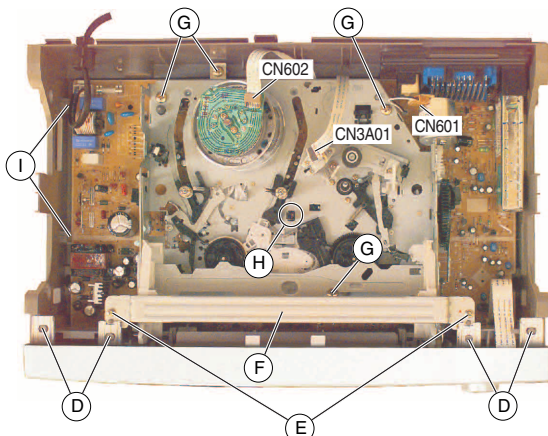

Fig. 3
- Frontblende an der Unterseite nach vorne klappen und die Blende an den oberen Haken (D) (Fig. 3) aushängen.
- Beim Aufstecken der Frontblende auf den Geräterahmen ist die Cassettenklappe (K) (Fig. 3) zu öffnen. Der Cassettenklappenhebel (J) (Fig. 3) befindet sich dadurch vor der Cassettenklappe in richtiger Position.
- 2 Schrauben (E) (Fig. 3) herausdrehen und Bügel (F) abnehmen.
- Steckverbindungen zum Kopfscheibenmotor, Kombikopf und Lademotor (Fig. 3, CN602 / CN3A01 / CN601) zum Laufwerk lösen.
- 4 Schrauben (G) (Fig. 3) herausdrehen.
- Beim Aufsetzen des Laufwerks auf die Chassisplatte ist darauf zu achten, dass die Sendediode LD601 für Bandanfang- und Bandende-Kennung durch das Loch (H) (Fig. 3) des Laufwerkes geführt wird. Das Laufwerk muss leicht auf der Chassisplatte aufzusetzen sein, damit die Steckverbindungen zur Chassisplatte richtig kontaktieren.
- Turn the lower edge of the front panel towards the front and detach the panel from the upper clamps (D) (Fig. 3).
- When plugging the front panel on the chassis frame the cassette door (K) (Fig. 3) must be opened. The cassette door lever (J) (Fig. 3) is brought in this way into the correct position in front of the cassette door.
- Undo the 2 screws (E) (Fig. 3) then remove the bow (F).
- Unplug the plug-in connectors to the head wheel motor, combi head and loading motor (Fig. 3, CN602 / CN3A01 / CN601) of the drive mechanism.
- Undo the 4 screws (G) (Fig. 3).
- When placing the drive mechanism on the chassis board make sure that the transmitter diode LD601 for the tape beginning and tape end detection is passed through the hole (H) (Fig. 3) of the drive mechanism. It must be possible to place the drive mechanism easily on the chassis board to ensure that the plug-in connectors have a good contact with the chassis board.
- Rastnasen (I) (Fig. 3) lösen, Chassisplatte hinten anheben und herausnehmen.
- Release the locking lugs (I) (Fig. 3) then lift the rear side of the chassis board.